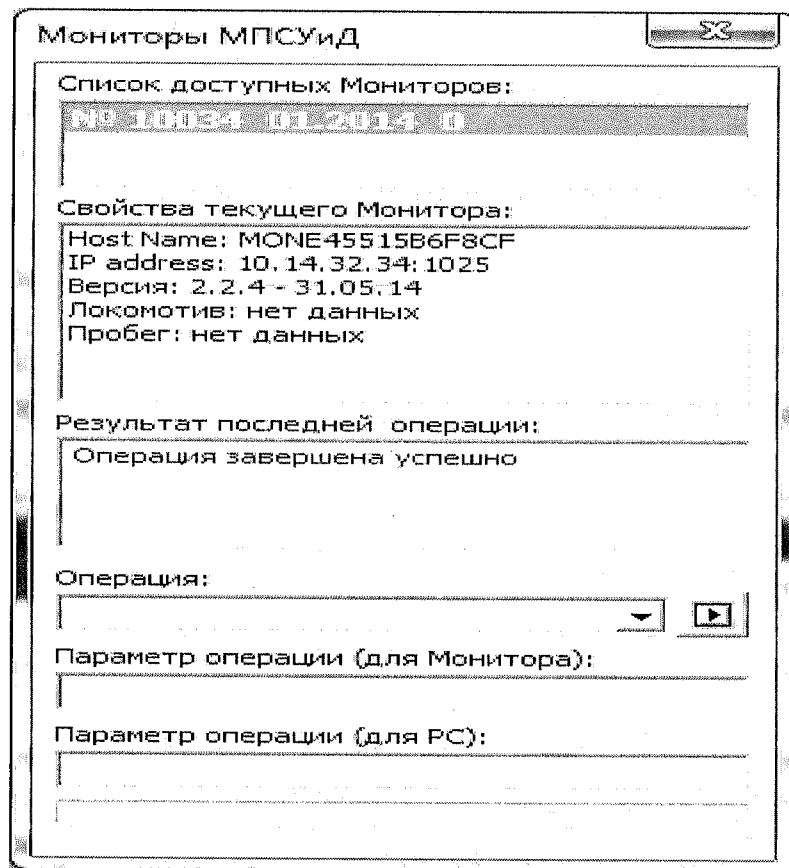

Рисунок 2
- «Результат последней операции», в котором отобразится надпись «Операция завершена успешно» (рисунок 2).